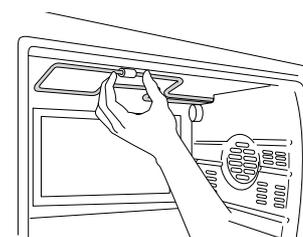

fig. 14
**IMPORTANTE:** depois da limpeza, reposicione e fixe a resistência (fig. 14). **O forno não deve ser utilizado com a resistência na posição baixa.**